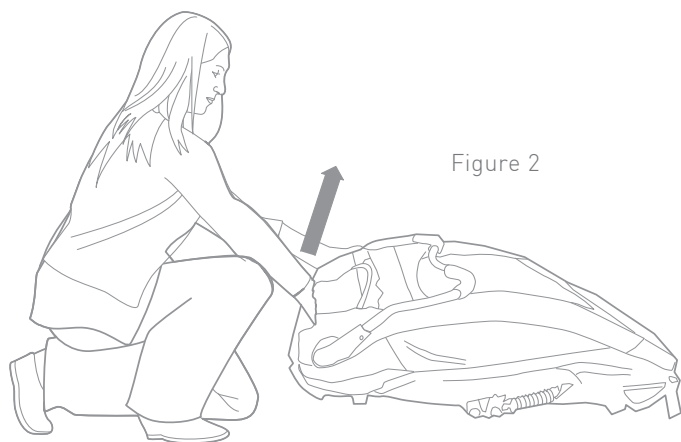

Figure 2
1. Lift upper frame at rear (Figure 2).
1. Levez le cadre supérieur depuis l'arrière (Figure 2).
1. Heben Sie den oberen Rahmen an der Rückseite hoch (Abbildung 2).